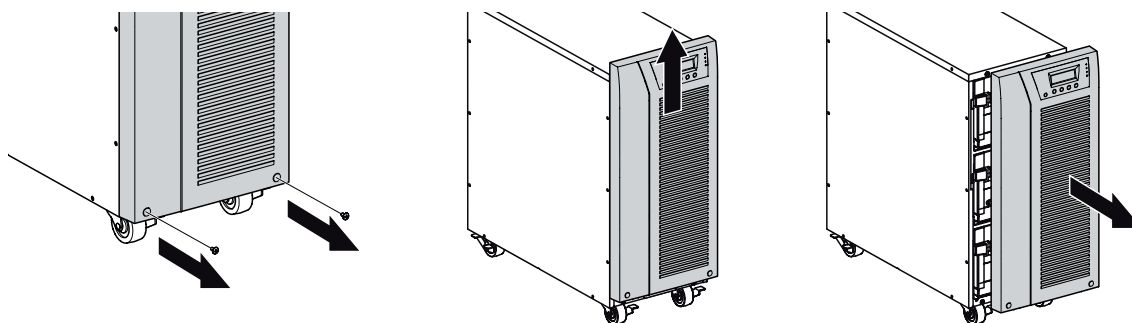

Figure 5. Retrait de la face avant de l'onduleur
1. Retirez la face avant de l'onduleur (voir figure 5).